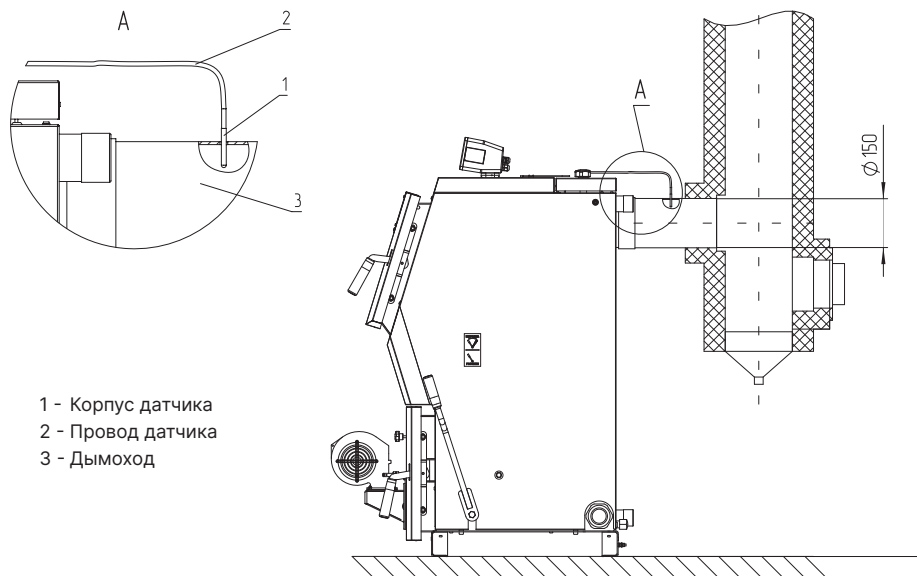

Рис.13 Установка датчика температуры дымовых газов
- Установите датчик температуры дымовых газов в соответствии с **Рис.13**.